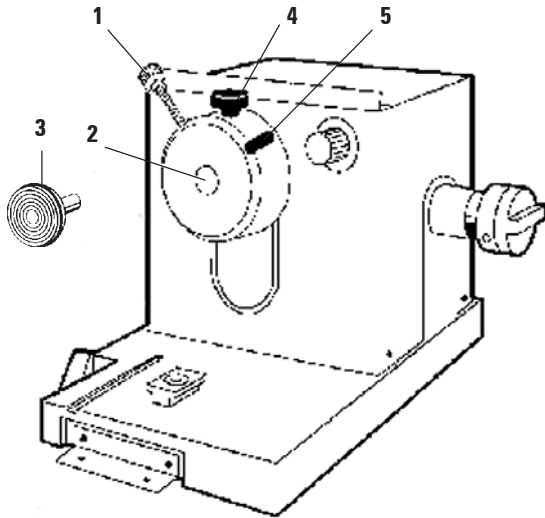

Abb. 18
- Gegebenenfalls Peltier-Element (4) aktivieren - es dauert ca. 40 Sekunden, bis die maximale Kühlleistung zur Verfügung steht.
- Anschließend die Objektplatte mit Probe in den Objektkopf (Abb. 18) einsetzen und schneiden.